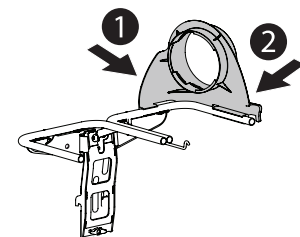

Figure 9
1. Mettre en place le support supérieur de la goulotte (731-17091) en clipsant d'abord la partie latérale sur le rail de montage de la goulotte (1), comme indiqué dans Figure 9.
2. Encliquez la face avant du support supérieur de la goulotte sur le rail (2), comme indiqué dans Figure 9.